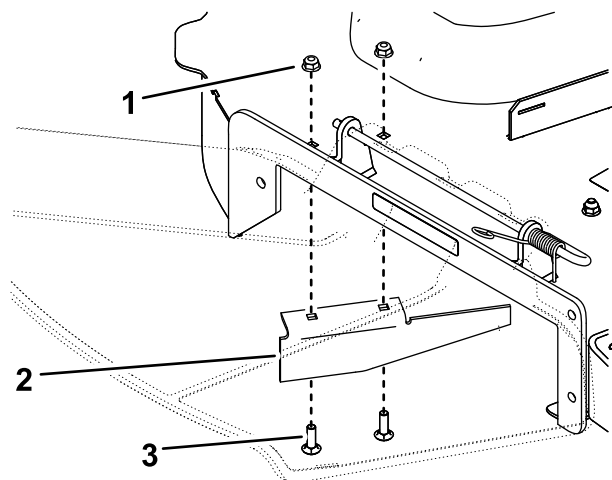

図 8
1. 既存の排出バッフルをデッキに固定しているボルト2本とナット2個を外して排出バッフルを外す 図 8。